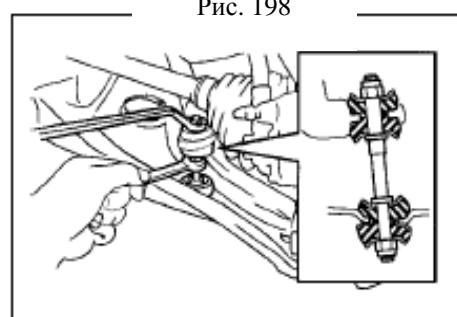

Рис. 199
- (1) Затяните болты переднего стабилизатора, установите пять стопоров и четыре прокладки, удерживая болты от проворачивания(рис. 199)